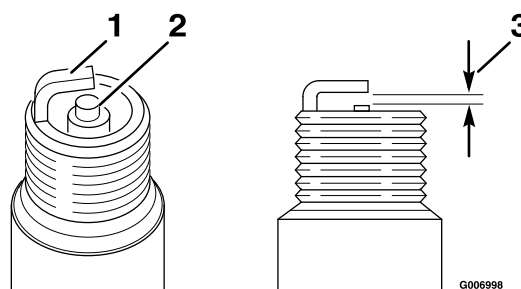

Figura 21
5. Ajuste la distancia entre los electrodos a 0.6–0.7 mm (0.024–0.028 pulgadas); consulte Figura 21.